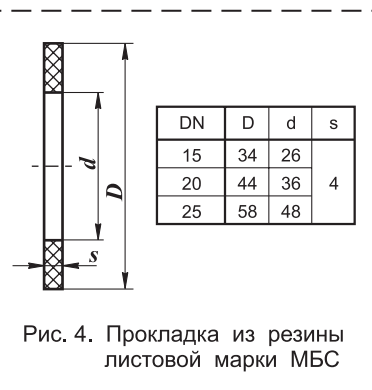
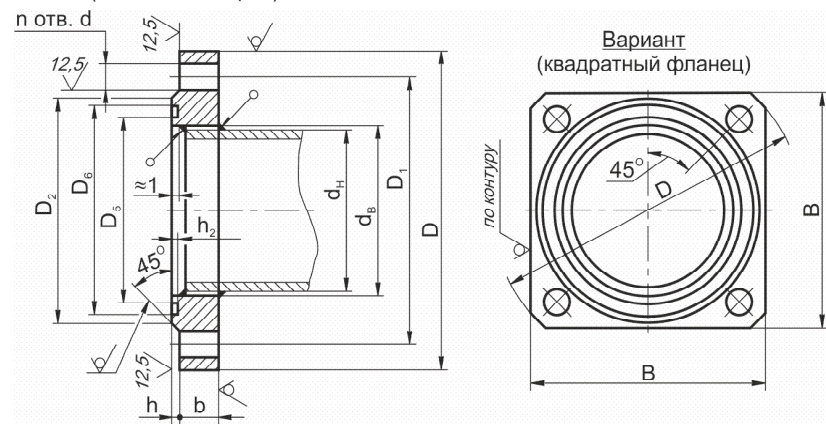

Рис. 4. Прокладка из резины листовой марки МБС
Рис. 5. Фланцы с пазом по ГОСТ 12820-80
4.2.10 Монтаж фланцевых соединений выполнить с применением прокладок из резины МБС средней твердости (Рис. 4). Ответные фланцы - стальные приварные по ГОСТ 12820-80 (Рис. 5, таблица 2).